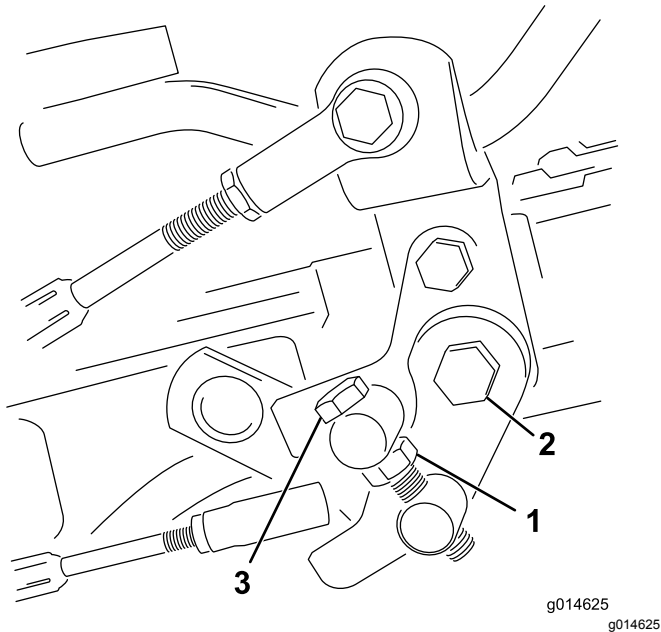

図 41
1. トラニオンボルトのジャムナットをゆるめる 図 41。
4. トラニオンボルトのジャムナット、およびペダルピボットのナットを締め付けて調整を固定する 図 41。調整を確認し、必要に応じて再調整する。